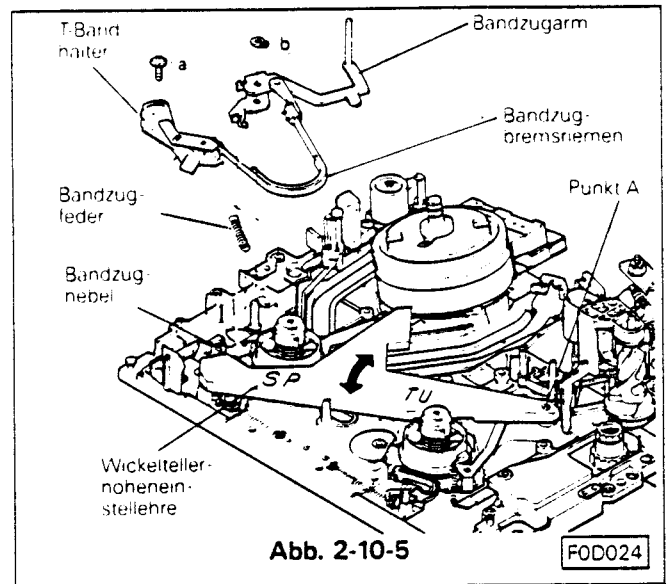

Abb. 2-10-5
- F Den Bandzugarm auf die Achse aufsetzen und mit Sicherungsring ⑤ sichern. (Siehe Abb. 2-10-5)
- G Bandzugfeder zwischen Bandzughebel und Bandzugarm einsetzen. (Siehe Abb. 2-10-5)
- H Das T-Band vorsichtig auf das Chassis aufsetzen und den Halter mit Schraube ④ leicht befestigen. Beachten Sie, daß das Bremsband frei von Schmutz oder Fett ist. (Siehe Abb. 2-10-5)